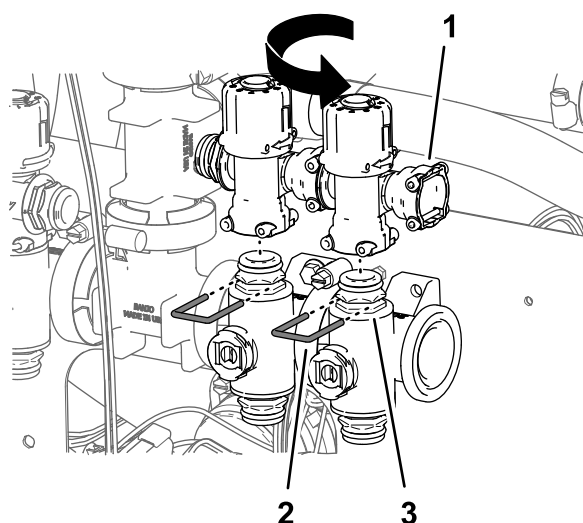

Figure 103
8. Répétez les opérations 5 à 7 pour les soupapes de dérivation des vannes de buses 6 et 7 (Figure 103).